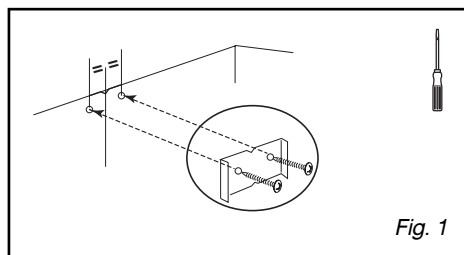

Fig. 1
– Fissare contro il muro in appoggio sul soffitto, il supporto del camino in metallo mediante le due viti (Fig. 1).